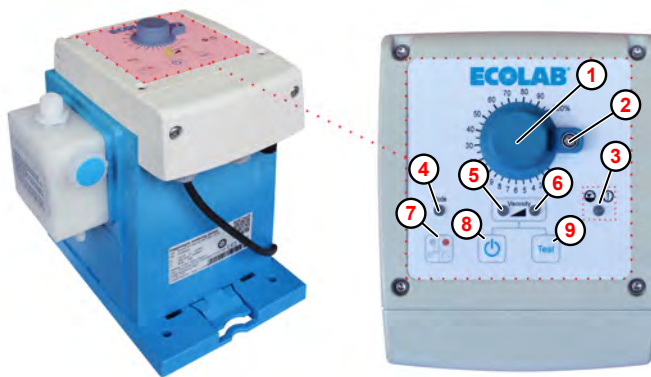

Fig. 15: Botón de encendido/apagado de «EcoUp»
1. ➤ La bomba se enciende o apaga mediante el pulsador de encendido/apagado  ( Fig. 15 , ⑧ ).
*En función del modo de dosificación seleccionado, se enciende o parpadea el LED izquierdo ( Fig. 15 , ⑤ , Viscosity low) o el LED derecho ( Fig. 15 , ⑥ , Viscosity high). En «standby», el LED correspondiente se ilumina en verde; en cuanto la bomba dosifique, parpadeará en amarillo.*
1. ➤ En el primer encendido, la bomba está ajustada en el modo de funcionamiento manual; el LED del modo de funcionamiento ( Fig. 15 ,  ) está apagado. La bomba comienza a funcionar inmediatamente tras el encendido; el LED del estado de funcionamiento/modo de dosificación  o  se ilumina en verde.